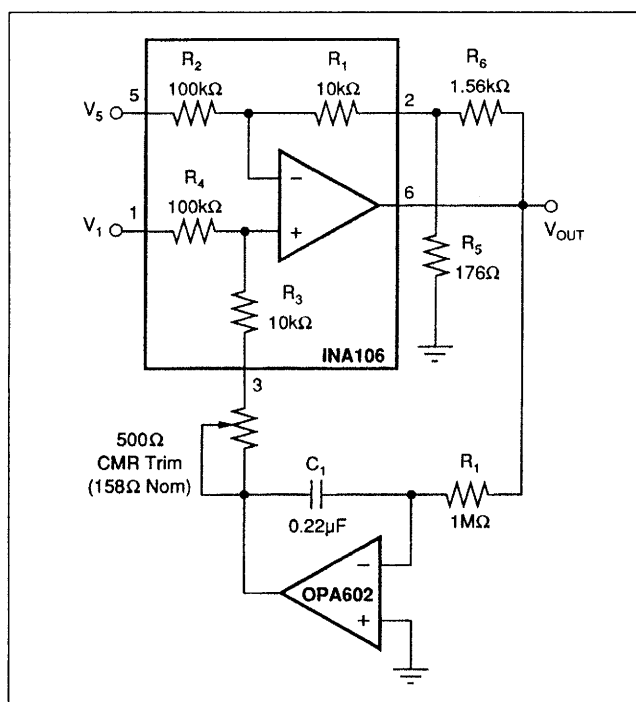

図3. INA106にDC再生回路を付加した、±100V 差動アンプ
図3に、DC 再生回路を付加した INA106 の最も単純な回路を示します。INA106 の標準的なゲイン 10 の構成を逆に用いています。100kΩ および 10kΩ の抵抗が入力に 11:1 の分圧器を形成するため、ピン 1 および 5 の ±100V が、オペアンプの入力では ±10V 以下になります。R5 と R6 のネットワークは、全体の伝達関数がユニティ・ゲインになるよう帰還ゲインを与えています。INA106 の高精度な抵抗のマッチングが R5 および R6 のネットワークによって崩れるため、この回路では CMR とゲインの両方を調整することが必要です (図の例では CMR 調整のみ)。
注：(1) 逆接続です。図3、4、5を参照して下さい。(2) ゲインは1～1000+の範囲で調整が可能です。雑音および帯域幅はゲインの設定に依存します。INA103は、最も低雑音で (1nV/√Hz、ゲイン=1000)、最も高い帯域幅を備えています (6MHz、ゲイン=1)。INA102は、低消費電力です (750μA、最大値)。INA110は、FET入力です ($I_b = 50pA$ 、最大値)。INA101は、最も低ドリフトです (0.25μV/°C、最大値)。INA120は、ゲイン=1、10、100、1000用の内部抵抗をもつ低IQのINA101です。(3) 標準的計測アンプの同相モード入力範囲は、±10Vの V_{OUT} に対して約±7Vしかありません。